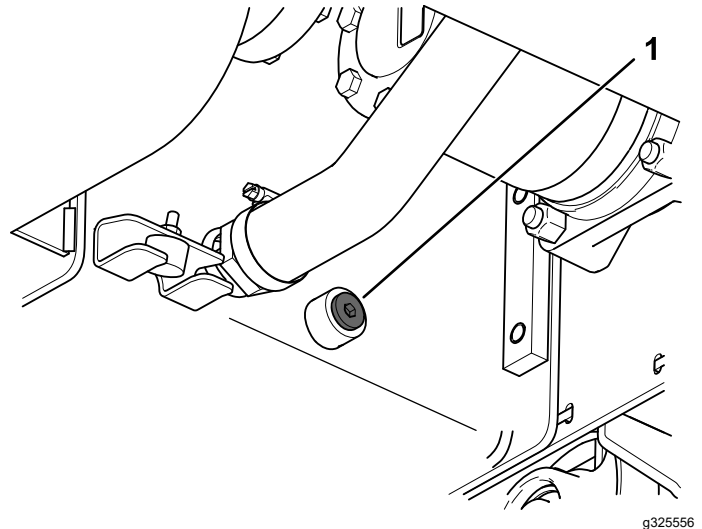

Bild 67
9. Entfernen Sie die Ablassschraube am Hydraulikbehälter und lassen das Hydrauliköl in die Auffangwanne ab (Bild 67).
- A. Entfernen Sie die beiden Schrauben und die Muttern, mit denen der Fräsbaum am Grabarm befestigt ist (Bild 67).